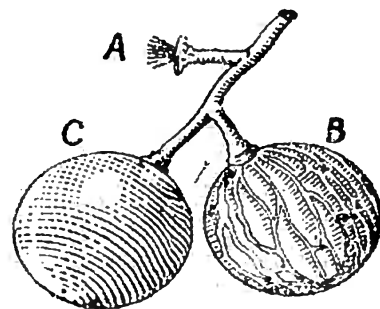

Fig. 2. — Un grappillon de raisins. (En A, le grain a été détaché; en B, on a enlevé la peau du raisin; en C, le raisin est intact.)
**3. D'où vient le jus du raisin.** — Détachons avec précaution un raisin de sa tige, qu'on nomme un *pédoncule*. Ce pédoncule se termine par un petit bourrelet en forme de plateau qui porte un mince pinceau de courts filaments (fig. 2, A).
Enlevons délicatement la peau d'un raisin : dans la chair molle et humide, qu'on nomme la *pulpe*, nous distinguons de petits filets blanchâtres (fig. 2, B); ils partent du point d'attache du grain et se ramifient dans toute la pulpe.